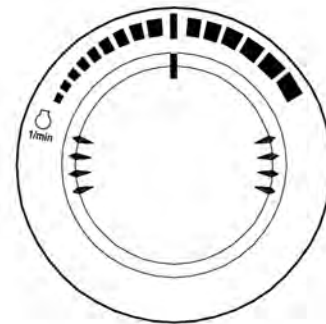

Рис. 20
2. Дать двигателю поработать приблизительно 5 минут без нагрузки на скорости в середине диапазона скоростей (рис. 20).